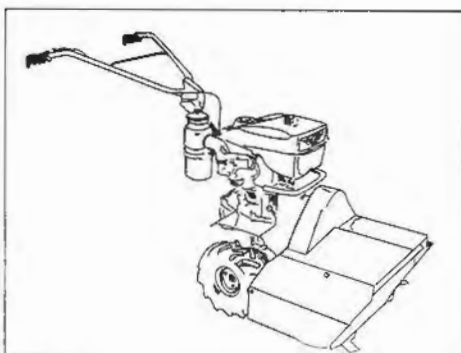

Fig. 20 - Complesso falciante a dischi rotanti - Scheibenmäher - Equipo segador con discos rodantes
COMPLESSO FALCIANTE A DISCHI ROTANTI (Fig. 20) larghezza di taglio cm. 70 (applicabile al solo mod. BL 75).
- SCHEIBENMÄHER MIT SCHNITTBREITE von 70 cm (nur Mod. BL 75) (Abb. 20)
- CONJUNTO DE SIEGA CON DISCO ROTATIVO (Fig. 20). Anchura de trabajo 70 cm. (aplicable al modelo BL 75) (Fig. 20)